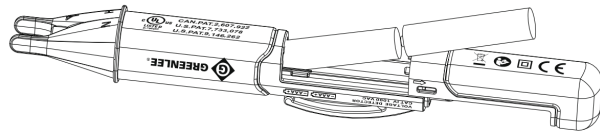

Fig. 3
1. Pull back on the battery door to slide it open and reveal the batteries (Fig. 3).
1. Tire hacia atrás de la puerta del compartimento de las baterías para destaparlo y mostrar las baterías (Fig. 3).